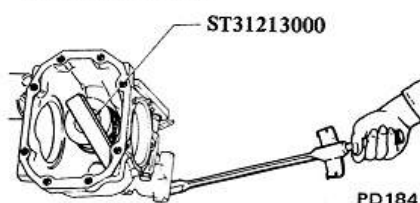

Fig. PD-17 Serrage de l'écrou du pignon d'attaque
3. Monter l'entretoise des roulements de pignon, la rondelle, le cône du roulement avant, le manchon spécial ST31214000 et la contre-bride, dans cet ordre, sur l'arbre de réglage et serrer l'écrou du pignon d'attaque au couple prescrit en s'aidant du dispositif de blocage spécial ST31213000. Voir figure PD-17.